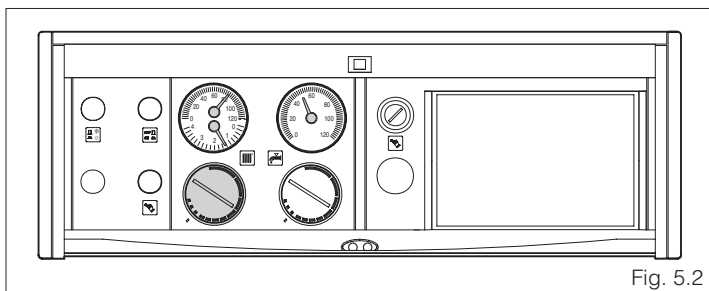

Fig. 5.2
- Posizionare il termostato di caldaia come indicato in figura (fig. 5.2)